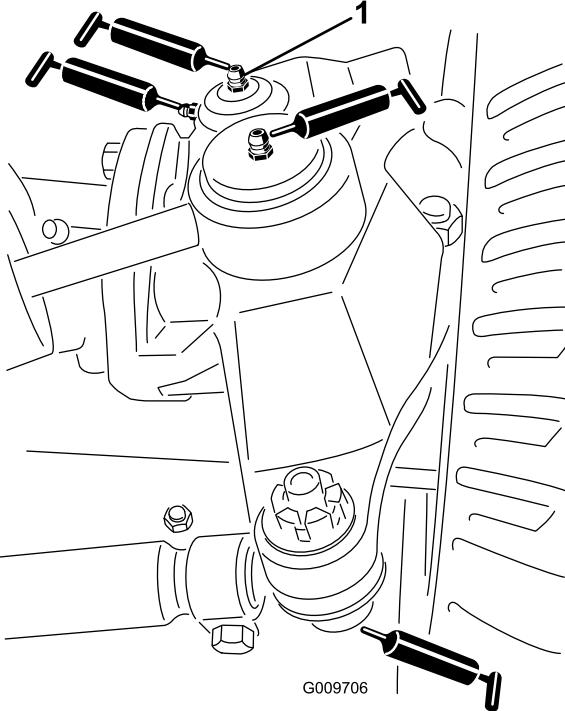

図 69
- ・ ステアリングシリンダのボールジョイント 2ヶ所 図 69
- ・ タイロッドのボールジョイント 2ヶ所 図 69
- ・ キングpinのブッシュ2ヶ所 図 69。但しキングpin上部は1年に1回のみポンプ2回押しのみとする。